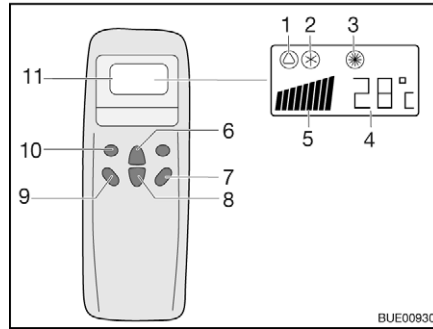
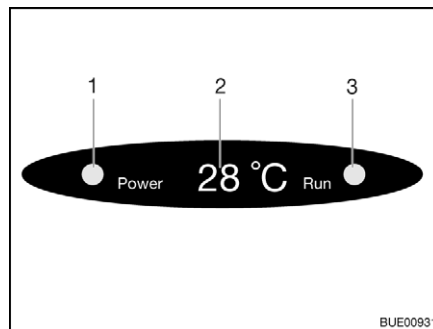

Fig. 181 Télécommande
Fig. 182 Affichage sur le diffuseur
- Appuyer sur la touche "ON/OFF" (Fig. 181,7).
- Appuyer sur la touche "Mode" (Fig. 181,10) autant de fois que nécessaire pour que le mode de fonctionnement souhaité (Fig. 181,1, 2 ou 3) s'affiche à l'écran. Le voyant de contrôle correspondant s'allume sur l'écran du diffuseur (Fig. 182,3).
- Régler la température souhaitée avec les touches d'augmentation de la température (Fig. 181,6) ou de diminution de la température (Fig. 181,8).
- Sélectionner le niveau de ventilation souhaité à l'aide de la touche de vitesse du ventilateur (Fig. 181,9).